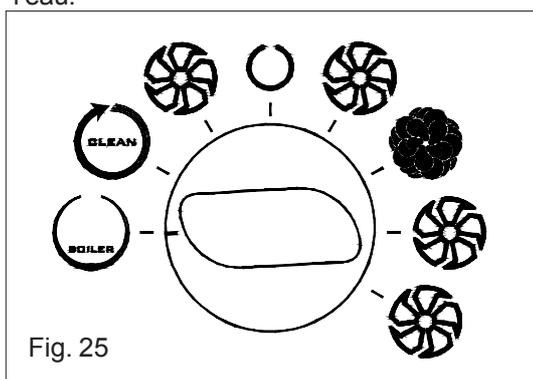

Fig. 25
- Positionner le bouton de la façon indiquée sur la figure 25.